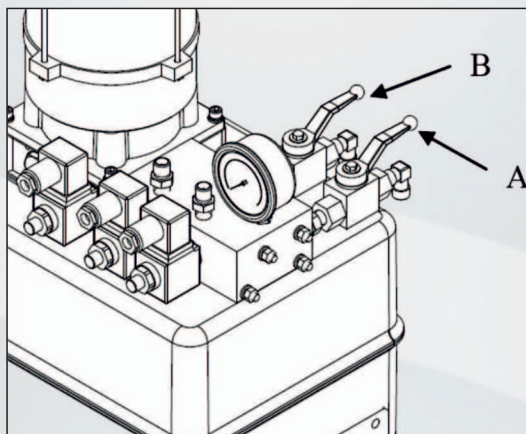

Рисунок 7.2
Теперь опускайте подъемник и одновременно с этим откройте вентили А и В (рисунок 7.2).
- Откройте вентили А и В (рисунок 7.2) платформы, которая находится ниже.